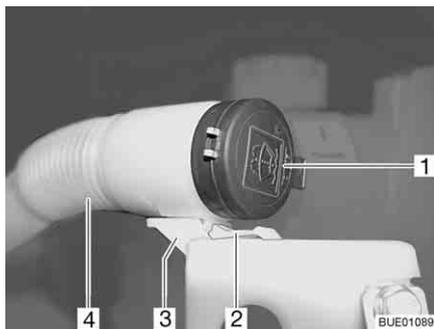

Fig. 45 Bocchettone di riempimento del contenitore dell'acqua di lavaggio
- Premere il nasello (Fig. 45,2) verso il basso e tenerlo premuto.
- Tirare il tubo flessibile (Fig. 45,4) in avanti dal supporto (Fig. 45,3).
- Rimuovere il coperchio (Fig. 45,1) del bocchettone di riempimento del contenitore dell'acqua di lavaggio.